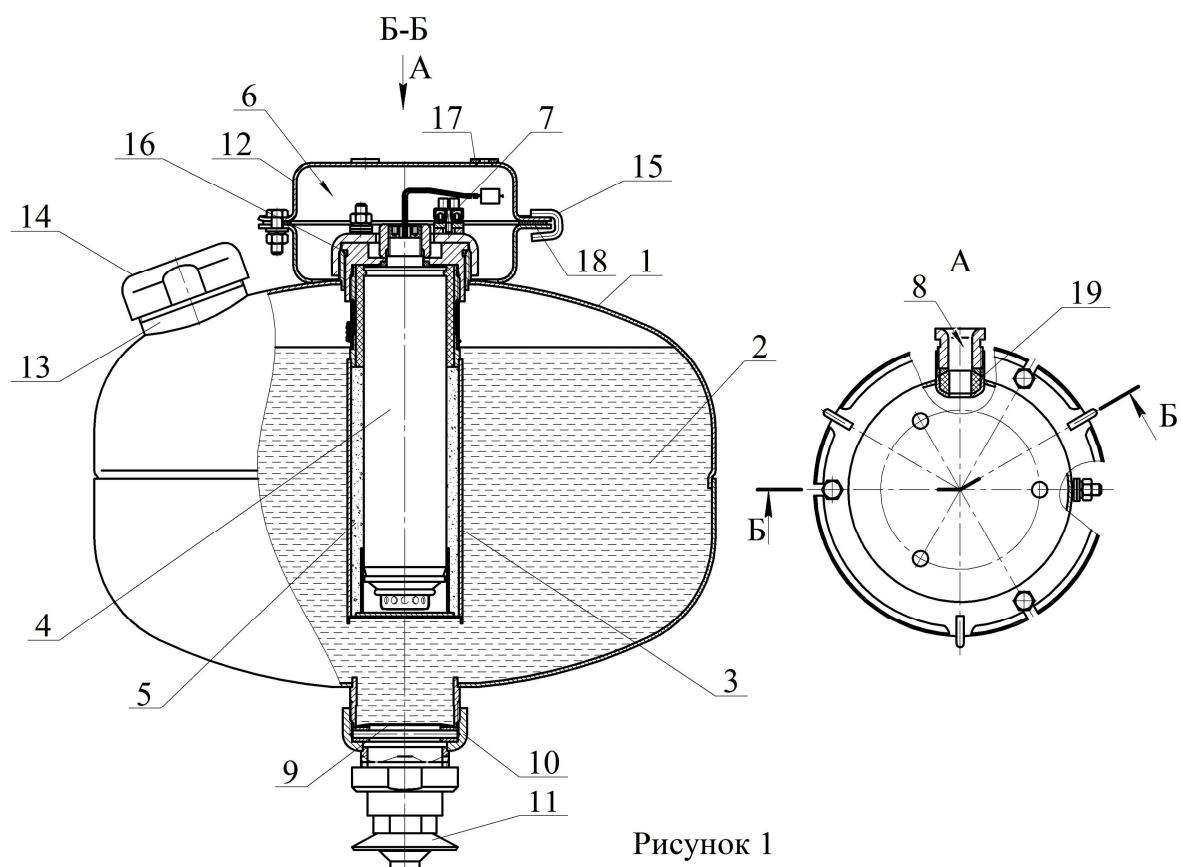

Рисунок 1
1.4.1.1 МУПТВ (см. рисунок 1) состоит из корпуса **1**, заправленного жидким ОТВ **2**, в котором размещено газогенерирующее устройство **3**. В герметичный корпус газогенерирующего устройства со степенью защиты IP68 установлен ИХГ **4** с элементом электропусковым. Зазор между ИХГ корпусом газогенерирующего устройства заполнен пористым искрогасящим материалом **5**.
2.1.3 Закрепить кронштейн 12 (см. рисунок 1) на потолке. Координаты отверстий в кронштейне приведены на рисунке 3.
2.1.5.3 Полученный раствор ОТВ залить в отверстие верхней горловины **9** (см. рисунок 1). Для окончательного приготовления ОТВ применительно к МУПТВ-13,5-ГЗ-ВД ( $t^{\circ}\text{C} = -10; -30$ ) открыть упаковку с жидкой добавкой и залить ее в отверстие верхней горловины **13**. Раствор, полученный по п. 2.1.5.2 для МУПТВ-13,5-ГЗ-ВД ( $t^{\circ}\text{C} = -50$ ) – окончательный ОТВ. Установить в отверстие горловины предохранительный клапан **14**. Сверху закрутить гайку до упора.
2.1.6 Накрутить до упора насадок-распылитель **11** (см. рисунок 1).